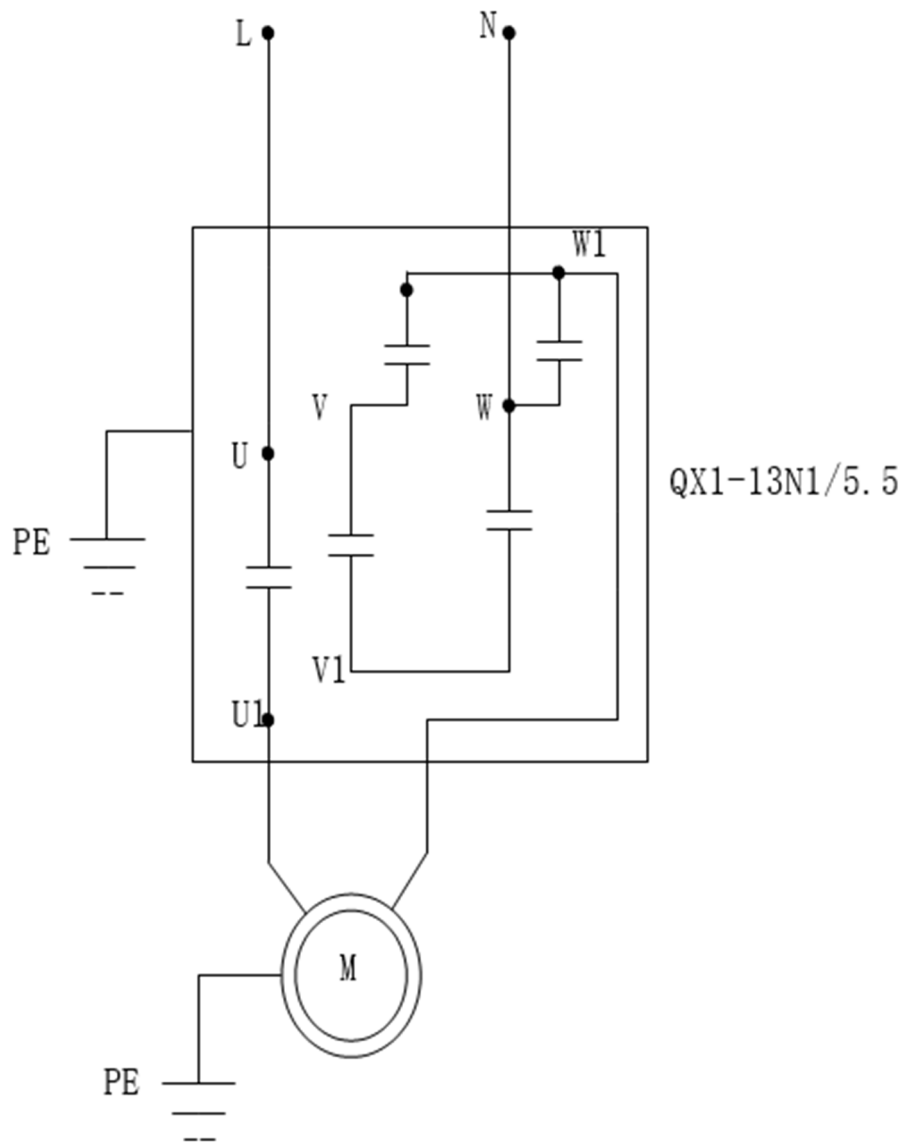

Рисунок 11
- Электрическая схема (однофазное исполнение) рисунок 11;